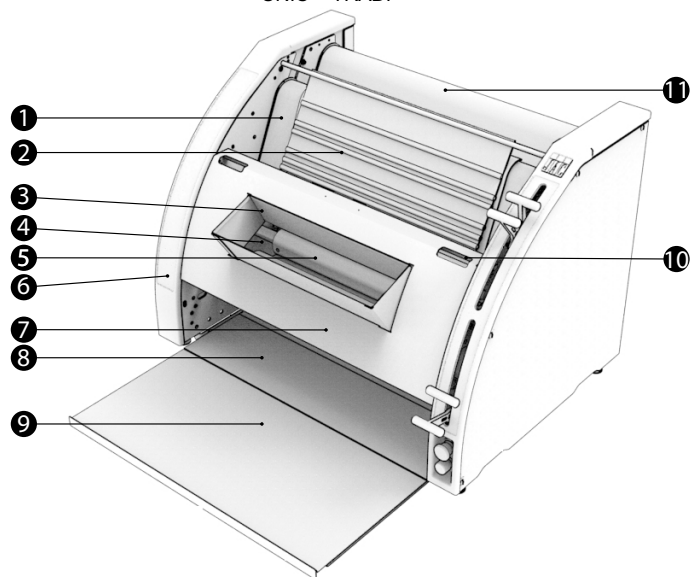

fig.2
- أ. لاستخدام الآلة في وظيفة "الخبز المسطح" ارفع الخطاف على يمين الغطاء (fig.2, n°12).
- ب. اقلب بُساط الخبز المسطح (fig.2, n°13) نحو الأمام، حتى الأسفل.